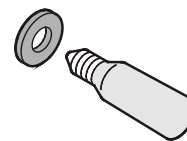

Figure 15
3. Retirer l'ampoule défectueuse. S'assurer que le joint (**Figure 15**) est placé sur la nouvelle ampoule avant de l'installer.